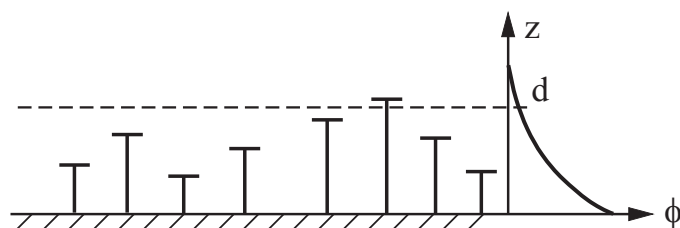

**Abbildung 1** Von einem elastischen Körper wird eine Plattenschicht abgespalten
1. Durch äußere Kräfte werde unter Überwindung der Oberflächenspannung von einem Körper eine Schicht (von der Stärke  $t$ ) abgespalten (Abbildung 1). Man leite die Beziehung zwischen der Oberflächenspannung und der Form der sich abspaltenden Plattenschicht ab1.